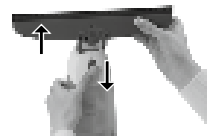

Figura 11:
- Sbloccare la bocchetta di aspirazione (si veda figura 11) e pulire la bocchetta e la lamina di gomma sotto acqua corrente.